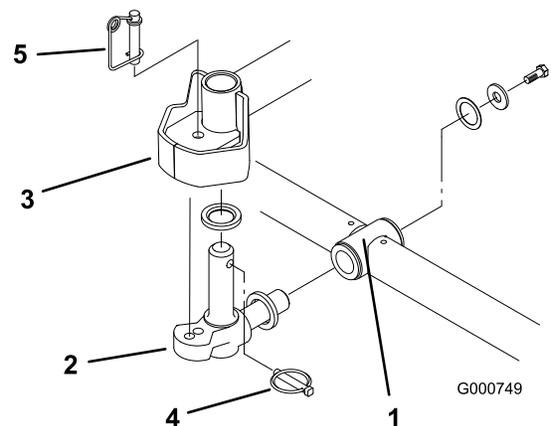

Figure 5
6. Montez une rondelle de butée sur l'axe horizontal du pivot comme illustré à la Figure 5.
7. Insérez l'axe horizontal du pivot dans le tube de montage du bâti porteur (Figure 5).
8. Fixez le pivot au bâti porteur avec une rondelle de butée, une rondelle plate et une vis à embase (Figure 5).
9. Insérez une rondelle de butée sur l'axe vertical du pivot (Figure 5).
10. S'il a été déposé, insérez l'axe vertical du pivot dans le moyeu de pivot du bras de relevage (Figure 5). Guidez le pivot en position, entre les deux amortisseurs de centrage en caoutchouc, dans le dessous de la plaque de direction du bras de relevage.
11. Insérez la goupille à anneau dans le trou transversal de l'axe de pivot (Figure 5).
Remarque: Si une position de plateau de coupe fixe est requise, insérez la goupille de blocage de direction dans le trou de fixation du pivot (Figure 5).
14. Accrochez le ressort autour du bas de la goupille de blocage de direction (Figure 5).